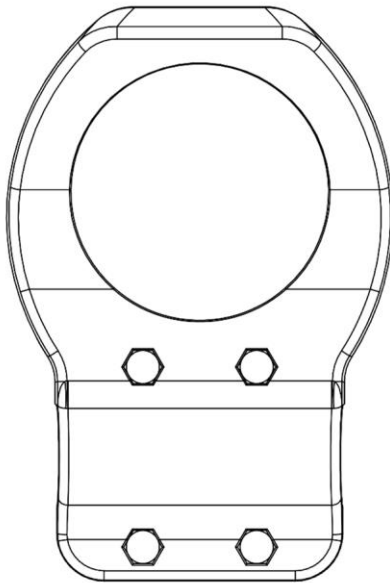

Fig. 2c
- fig. 2c – uchwyt w rzucie z przodu w drugiej odmianie;